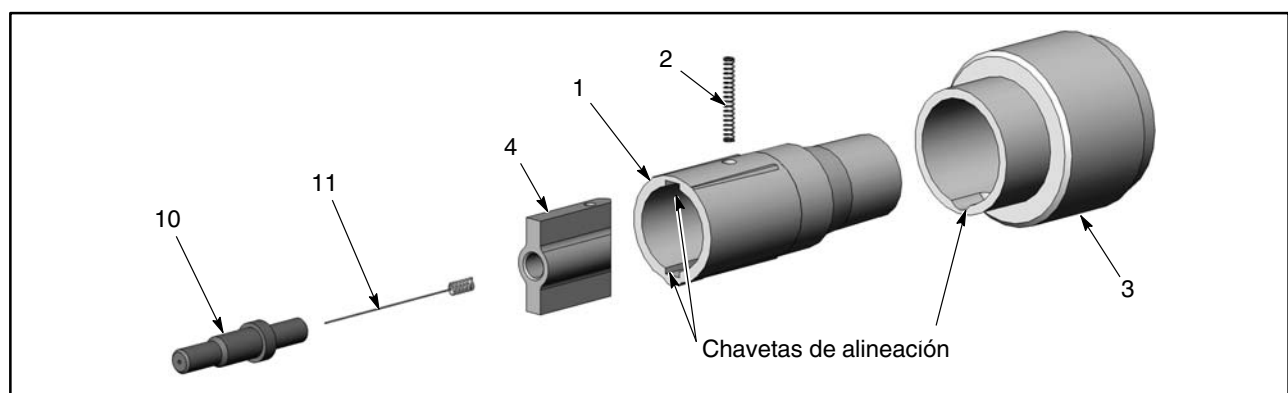

Figura 7-5 Sustitución del manguito de soporte de electrodo
- El soporte de electrodo consiste en los ítems 1-4 mostrados en la figura 7-5.
- El conjunto del soporte (3) contiene una resistencia. Si la resistencia falla, debe sustituirse todo el conjunto.